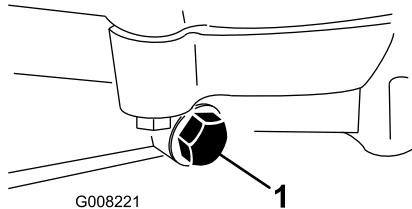

Bild 47
4. Stellen Sie eine Auffangwanne unter die Ablassschraube (**Bild 47**).